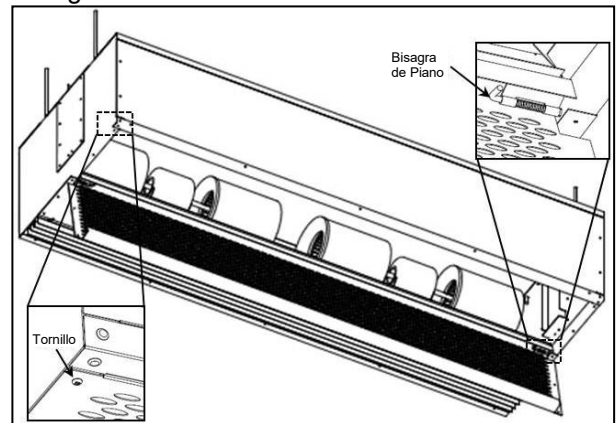

FIG 1
2. La pantalla de entrada se puede abrir quitando los dos tornillos en la parte inferior de la unidad. La pantalla se puede quitar de la unidad tirando de las bisagras de piano con resorte. (FIG. 1)